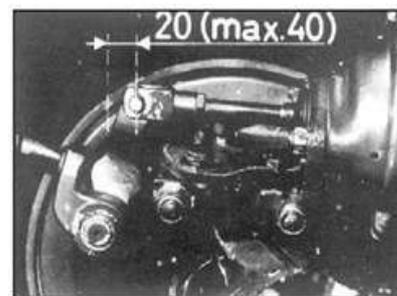

Рис. 23
1. Регулировка зазоров тормозных колодок ведущих колес: если ход тормозного цилиндра (ход поршневого штока) превышает 30 мм, следует отрегулировать тормоз. Метод регулировки: поверните винт рычага Рис. 23 регулирования зазора внутрь до момента блокирования колеса, а затем поверните регулировочный винт в обратную сторону на 2,5 оборота (см. Рис. 23).